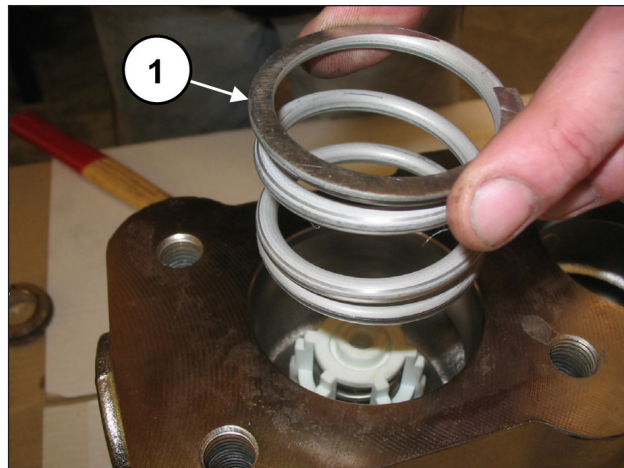

Abb. 102
Entfernen Sie die Feder (Pos. ①, Abb. 102).